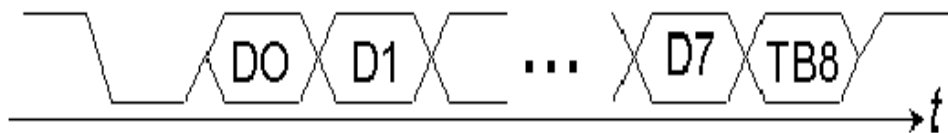

Рис.3
**Режим 2** встановлюється комбінацією біт SM0=1, SM1=0. Формат переданого слова в режимі 2 показаний на рис.3, де TB8=SCON.3 - програмно встановлюваний біт у РСФ SCON.